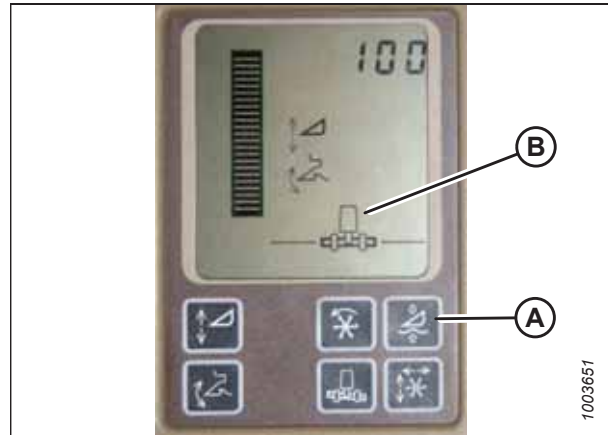

Figure 8.276: Affichage des moissonneuses-batteuses John Deere
N'utilisez **PAS** la fonction de flottement de plateforme active (A) en combinaison avec le contrôle de hauteur automatique de la plateforme (CHAP) MacDon – les deux systèmes vont se neutraliser l'un l'autre. Le symbole de la plateforme (B) sur l'écran ne doit **PAS** être souligné d'une ligne ondulée et doit apparaître exactement comme indiqué dans l'affichage de la commande de la plateforme active à la figure 8.276, page 506.